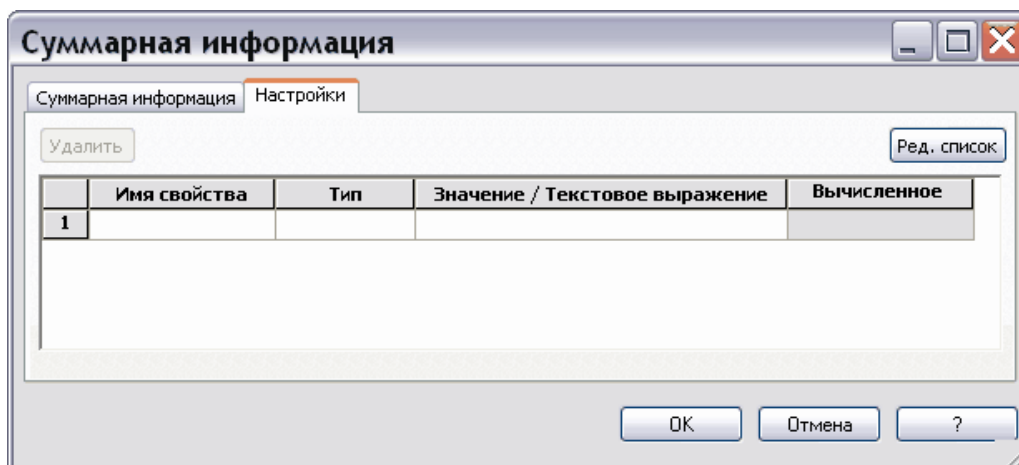

Рис. 60
3. В меню **Файл** выберите пункт **Свойства**. При этом появится диалоговое окно **Суммарная информация**. Перейдите на вкладку **Настройки** (Рис. 60).